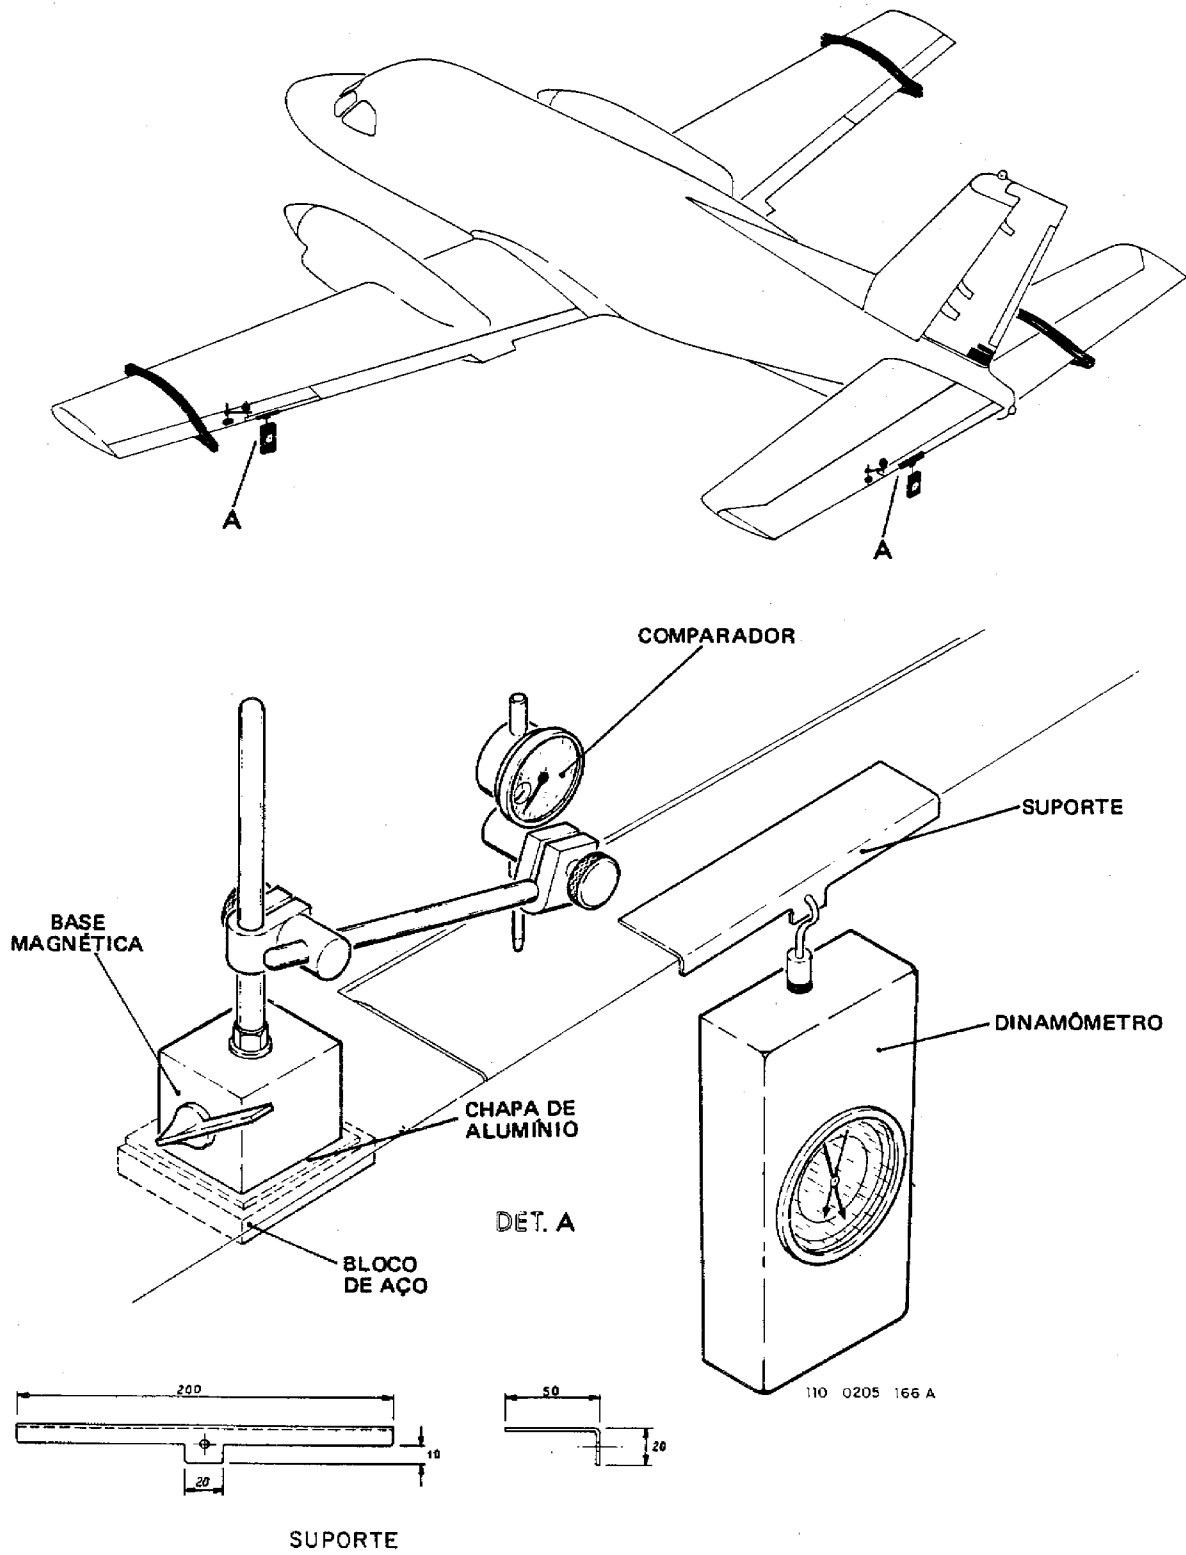

Figura 4-3A. Verificação das Folgas Máximas Permissíveis dos Compensadores
3. Instale o comparador, num suporte adequado (de base magnética, por ex.) na superfície de comando principal, junto à extremidade do bordo de fuga do compensador, apoiando o ponto do comparador no canto do compensador (conforme figura 4-3A).